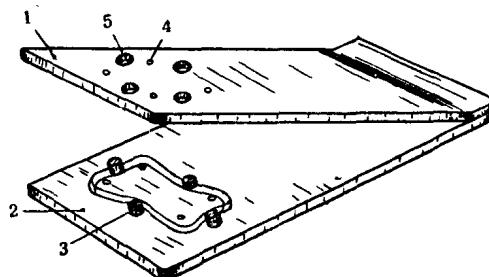

图15 薄板冲眼模
**4. 冲眼模** 为了保证制件在钻孔后的孔距精确，以及在装配时要利用这个零件的孔眼去引导钻头钻另外的组合零件的孔时，即可采用薄板冲眼模，如图15所示。这种冲模由两块铆合着的薄板1及2所组成。在上薄板1上，正确地压入了几个冲子4，并开有与下薄板上定位销相对应的孔5，在下薄板2上，装有定位销3，使制件在工作时能够正确的定位。